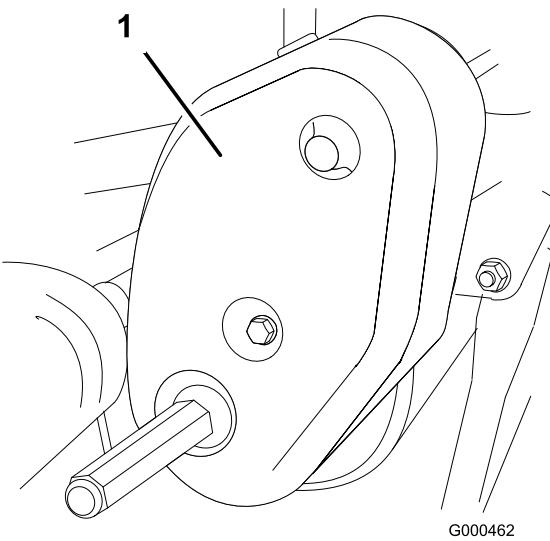

Figura 38
- Togliete i dispositivi di fissaggio del paracinghia e il paracinghia per accedere alla cinghia (Figura 38).